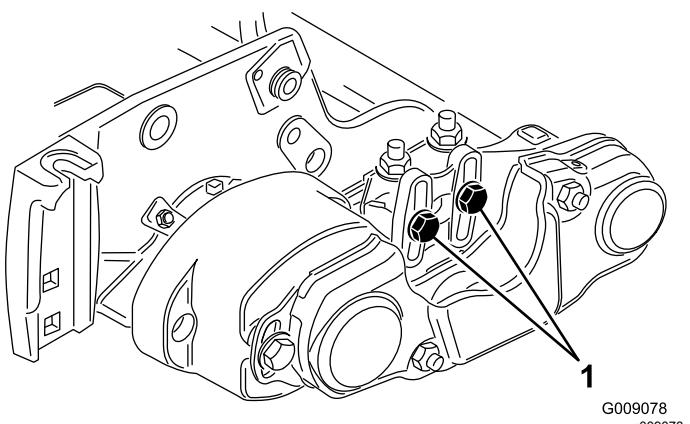
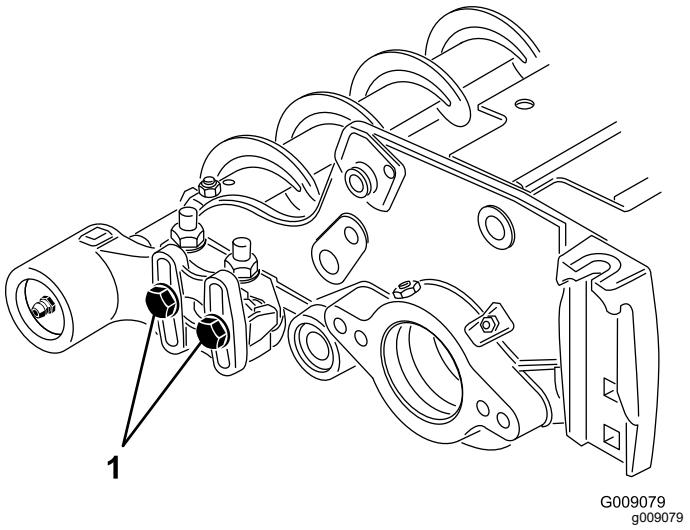

Figura 12
Figura 13
- Allentate i 2 bulloni che fissano l'alloggiamento del cuscinetto della spazzola per rullo alla staffa di montaggio della spazzola per rullo (Figura 12 e Figura 13).